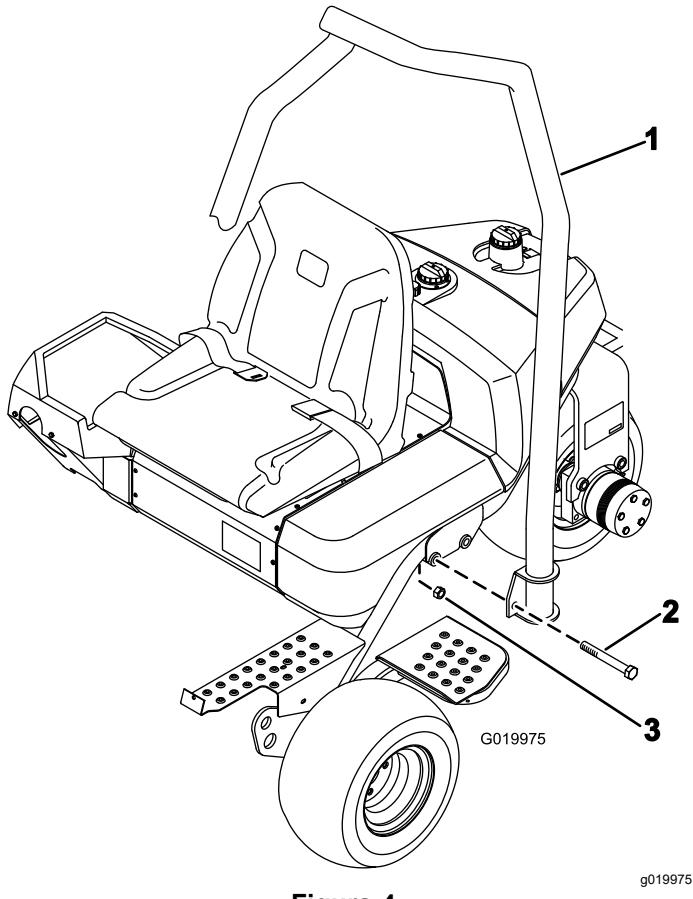

Figura 4
1. Coloque a barra de segurança de forma a que a parte superior do tubo fique curvada em direção à parte da frente da máquina (Figura 4).
2. Baixe a barra de segurança para a estrutura, alinhando-a com os furos de montagem (Figura 4).
3. Prenda cada lado da barra de segurança na estrutura com dois parafusos (5/8 pol. x 4 1/2 pol.) e porcas de bloqueio como se mostra na Figura 4.